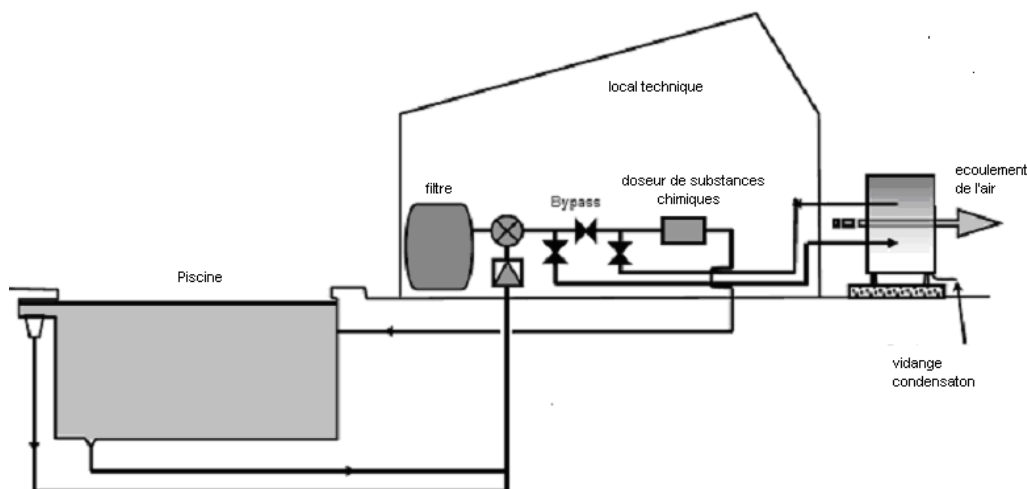

Figure 6: Disposition habituelle des composants qui constituent le circuit hydraulique.
- Valve de by-pass sur le circuit hydraulique, voir Figure 6.
⚠ Le débit d'eau minimal à l'entrée de la pompe à chaleur ne doit pas être inférieur à la valeur requise pour le modèle considéré, voir Paragraphe 3. En cas de disposition du circuit comme sur la Figure 6, il est possible de régler le débit d'eau en agissant sur la valve de by-pass.